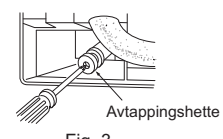

Fig. 3
- 4) Trekk avtappingsshetten inn i delen hvor avtappingsslangen skal festes bakerst i den innvendige enheten. (Fig. 3)